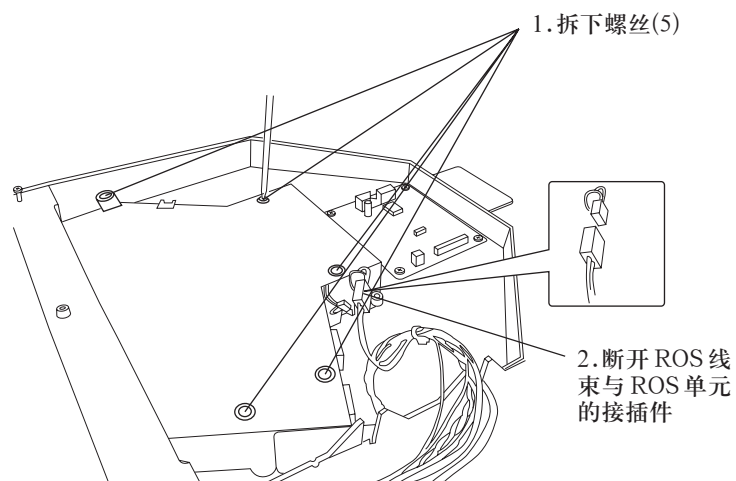
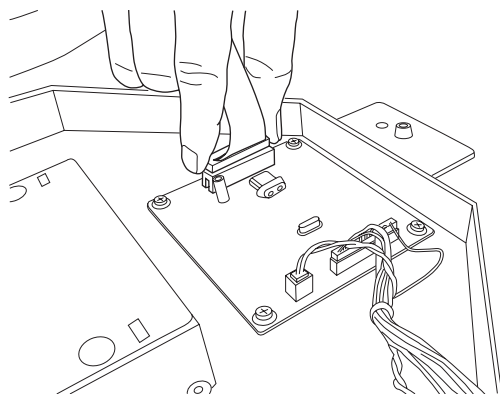
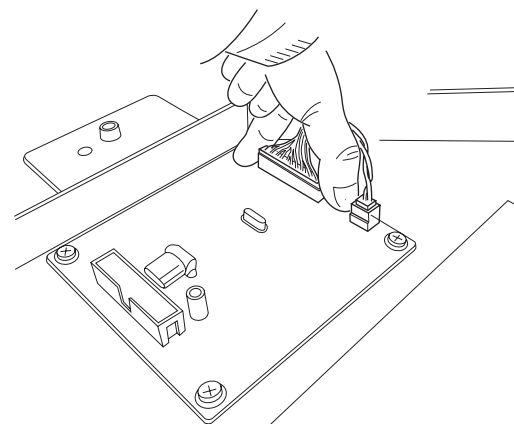
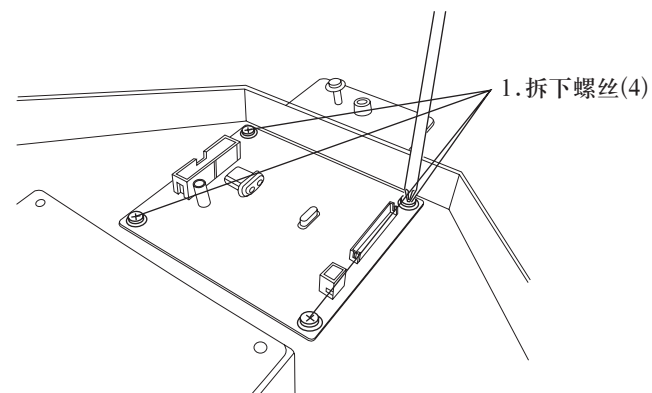

图 4
图 5
图 6
图 7
8. 拆下 ROS 单元(图 4)(图 5)(图 6)。
9. 拆下桥接板(图 5、图 6、图 7)。
- c. 拆下桥接板(图 7)。